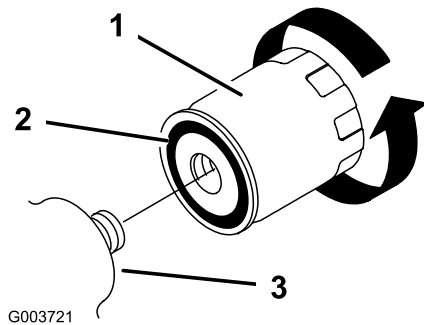

Figura 40
6. Togliete il filtro usato (Figura 40) e pulite la superficie dell'adattatore del filtro.
7. Spalmate un velo di fluido idraulico sulla guarnizione di gomma del filtro di ricambio (Figura 40).
8. Montate il filtro idraulico di ricambio sull'adattatore del filtro (Figura 40). Girate il filtro in senso orario finché la guarnizione di gomma non tocca l'adattatore, quindi serrate il filtro di un altro 1/2 di giro.